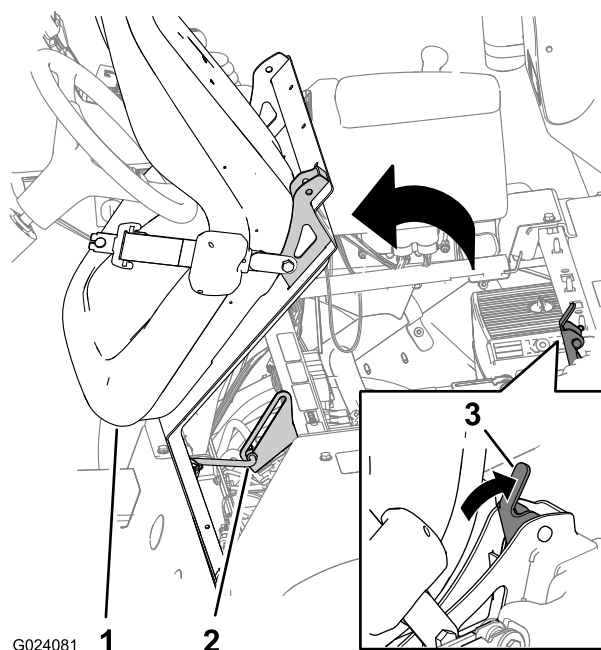

Рисунок 3
1. Разблокируйте сиденье, нажав назад ручку защелки сиденья (Рисунок 3).
2. Наклоните сиденье и плиту сиденья вперед так, чтобы конец опорной стойки на кронштейне опорной стойки оказался в нижней части паза кронштейна (Рисунок 3).